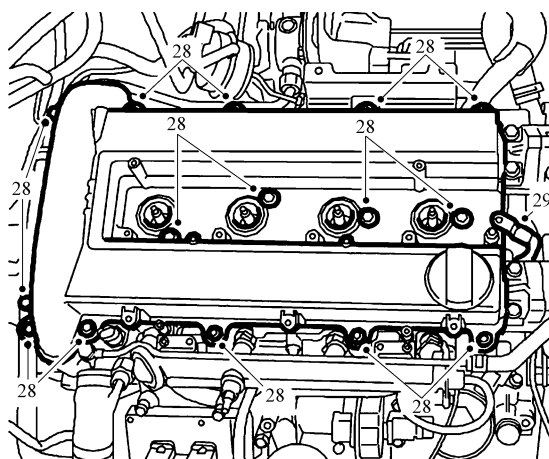

图 7-29 步骤 28) 操作示意图
28) 更换凸轮轴盖的密封件并安装凸轮轴盖。凸轮轴盖的紧固力矩为 $10\text{N} \cdot \text{m}$ ，如图 7-29 所示。